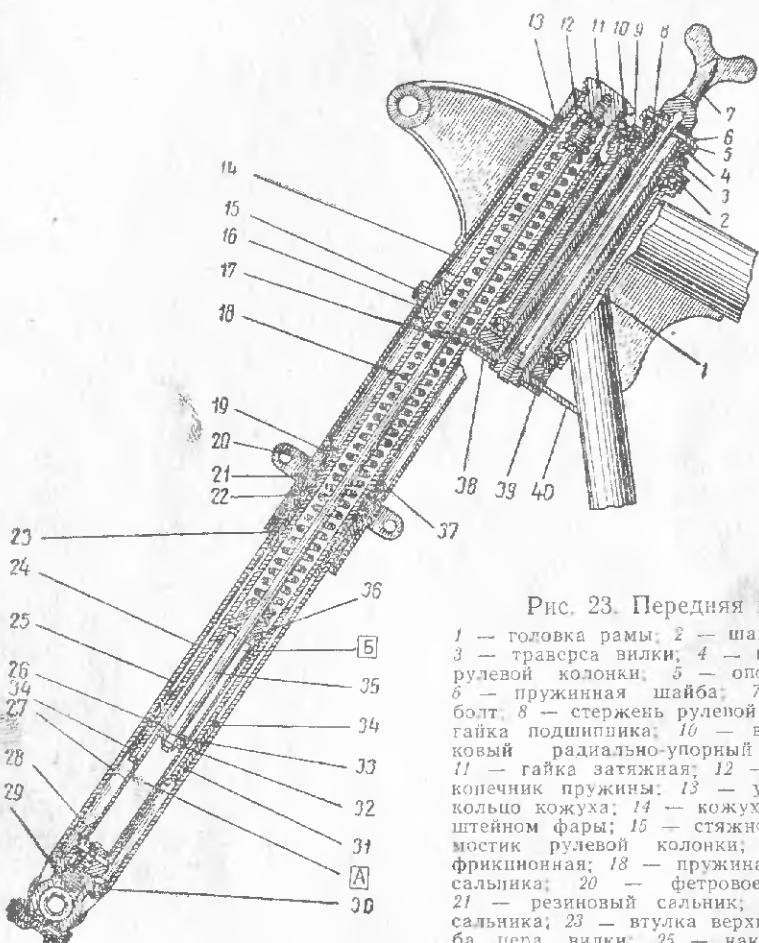

Рис. 23. Передняя вилка.
Передняя вилка (рис. 23) состоит из стержня рулевой колонки 8 с мостиком 16, траверсы 3, двух перьев с амортизаторами и амортизатора руля (демпфера).
слева: пружина сжимается, справа: разжимается (позиции те же, что и на рис. 23).
**Амортизатор руля** поглощает боковые толчки колеса, возникающие при езде по неровной дороге. На мотоциклах установлен амортизатор фрикционного типа (см. рис. 23). Он состоит из двух стальных шайб, подвижной 38 и неподвижной 40, двух фрикционных шайб 17 и затяжного болта с головкой 7. Трение между стальными и фрикционными шайбами затрудняет поворот передней вилки.
2. Вывернуть затяжной болт (см. рис. 23) амортизатора руля, снять пружинную и опорную шайбы, поддерживая рукой шайбы амортизатора.